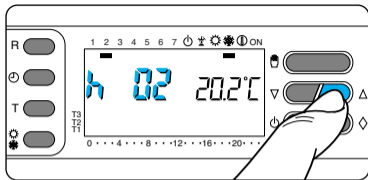

Fig. 29
**5.4** -Premere il pulsante  $\nabla$  oppure  $\Delta$  sino a raggiungere il numero di ore desiderato da 1 a 99 (fig. 29).